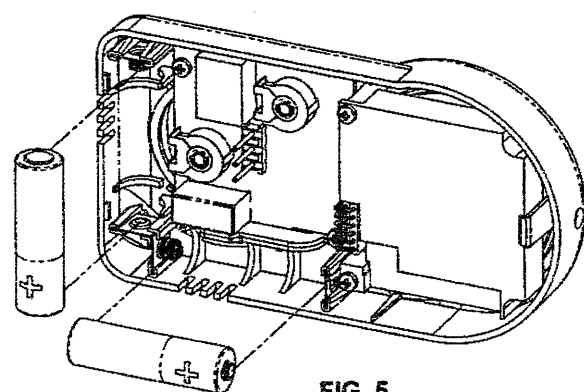

FIG. 5
- ⑧ Inserire 2 batterie da 1,5V AA nella calotta, facendo attenzione alle polarità, vedi fig. 5.
Insert 2 1,5V AA batteries in the thermostat body, paying attention to the polarity (see fig. 5).